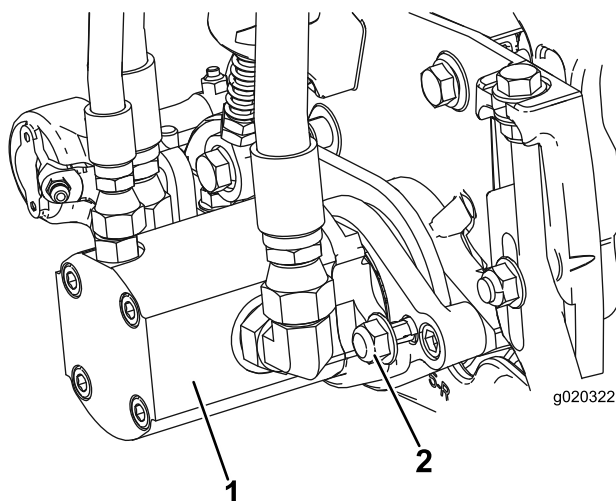

Figura 13
3. Montate il motore ruotandolo in senso orario in modo che le flange del motore non tocchino i dadi di bloccaggio (Figura 13).